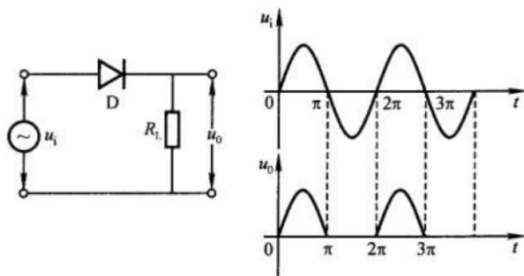
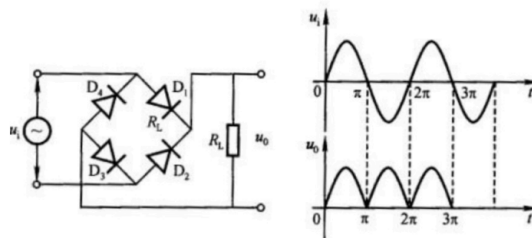

图 1.1 半波整流电路
图 1.2 桥式全波整流电路
使用单个二极管，利用其正向导通、反向截止的特性，将大小、方向随时间变化的交流电转换为单方向的脉动直流电，如图 1.1 所示。
半波整流的缺点是只利用了交流电半个周期的正弦信号，整流效率较低。使用四个二极管组成桥式电路，使交流电的正负半周信号都被利用，较半波整流，全波桥式整流使直流电压脉动大大减少、平均电压提高一倍（忽略整流内阻时），如图 1.2 所示。
2. 在面包板上把元件分别连成半波、全波整流电路（见图 1.1 和图 1.2），把信号源接入到电路的输入端。